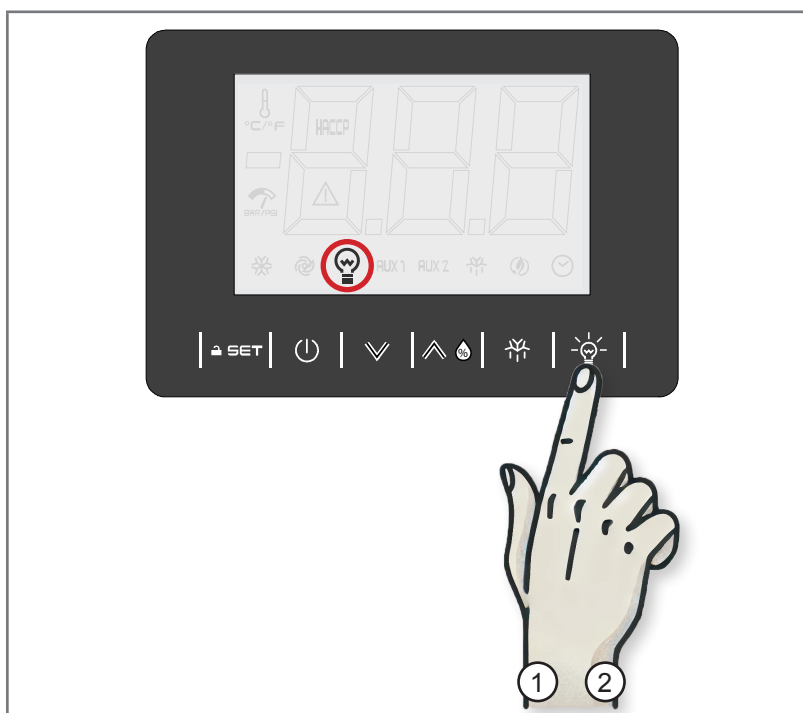

Fig 3.6 - Bouton de la lumière de la cellule
1. Appuyer sur la touche LUMIÈRE CELLULE (1 - Fig. 3.6) : l'écran affiche l'icône LUMIÈRE CELLULE.
2. Appuyer sur la touche LUMIÈRE CELLULE (2 - Fig. 3.6) : l'écran n'affiche pas l'icône LUMIÈRE CELLULE.